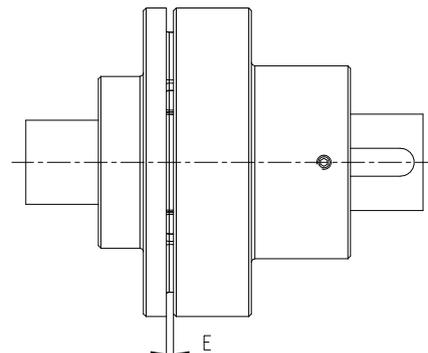

Figura 11: montaggio del giunto
- Traslare i gruppi in direzione assiale, fino a raggiungere la quota E (vedere la figura 11).
- Se i gruppi sono già fissati stabilmente, il movimento assiale degli elementi a settori frontali o a tasca sugli alberi permette un aggiustamento della quota E (vedere la figura 11).